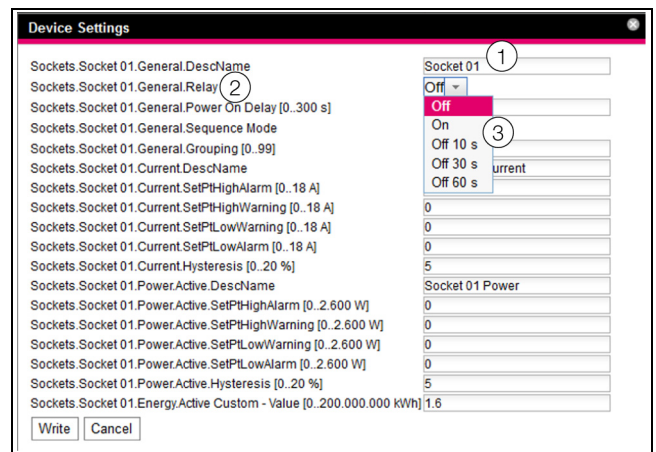

Imagen 40: Ejecución de órdenes de conmutación
DescName	Descripción individual asignada a la salida o a la base de enchufe (imagen 40, pos. 1).
Command	Orden, que debe ser ejecutada. Compatible con las siguientes órdenes: «Off», «On», «Off 10 s», «Off 30 s», «Off 60 s» (imagen 40, pos. 3).
Device	Deviceindex (número ID), se muestra delante del Real Device correspondiente en la zona de navegación de la página web de la PDU (imagen 40, pos. 2).